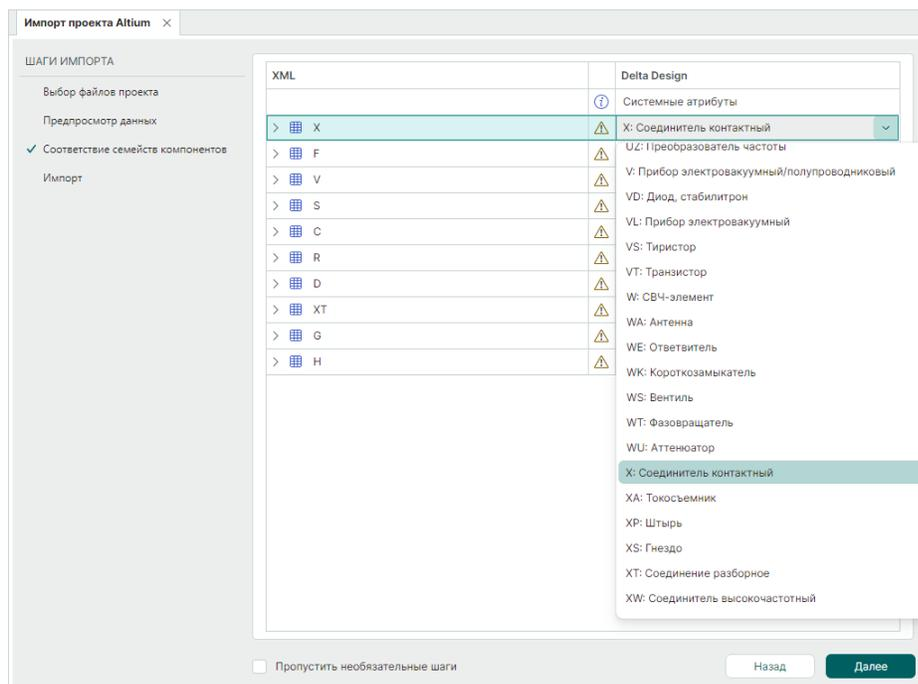

Рис. 17 Сопоставление атрибутов
3. На этапе «Соответствие семейств компонентов» в таблице соответствия атрибутов импортируемых компонентов выполните сопоставление для импортируемых компонентов, задав им соответствующие системные атрибуты при наличии, см. Рис. 17.